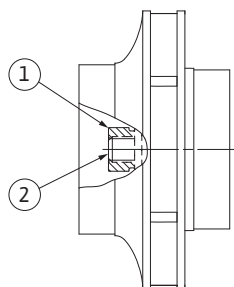

Fig. 53: Korrekt position for pumpehjulsmøtrikken efter montering
29. Hold akslen fast (se trin 24), og skru pumpehjulsmøtrikken fast med det foreskrevne tilspændingsmoment (se liste "Tabel 11: Tilspændingsmomenter for skruer" på side 246). Møtrikken (fig. 53, pos. 1) skal cirka flugte $\pm 0,5$ mm med akselenden (fig. 53, pos. 2). Gør den ikke det, løs den, og gentag trin 25 til 29.